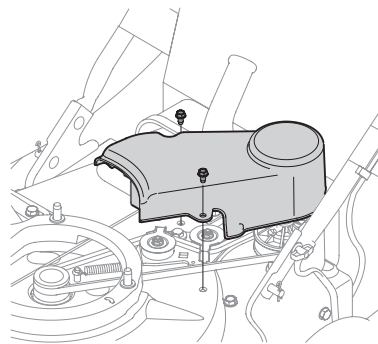

Figure 15
4. Retirez les trois boulons autotaraudeurs qui fixent le couvercle de courroie. Enlevez ensuite le couvercle de la courroie. Voir Figure 15.